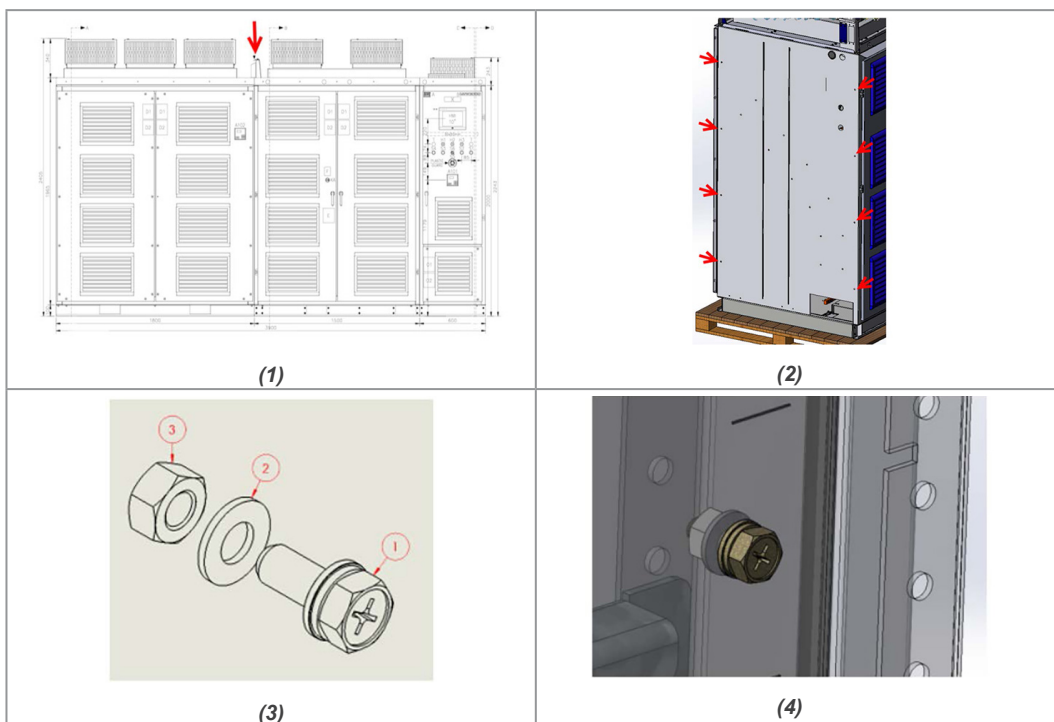

Figura 6.5: Procedimiento de acoplamiento del MVW3000
1. Posicione las columnas lado o lado, de modo que estén alineadas en el sentido de la profundidad, de acuerdo con la Figura 6.5 en la página 6-9 - imagen 1.
2. Use los tornillos, arandelas y tuercas que vienen con el producto en la caja de ítems individuales, en los ocho orificios de acoplamiento disponibles, vistos en la Figura 6.5 en la página 6-9 - imagen 2.
3. Monte los tornillos de acuerdo con la secuencia mostrada en la Figura 6.5 en la página 6-9 - imagen 3 y aplique el torque de 19 Nm:
4. Tornillo, tuerca y arandela montados, de acuerdo con lo ilustrado en la Figura 6.5 en la página 6-9 - imagen 4.